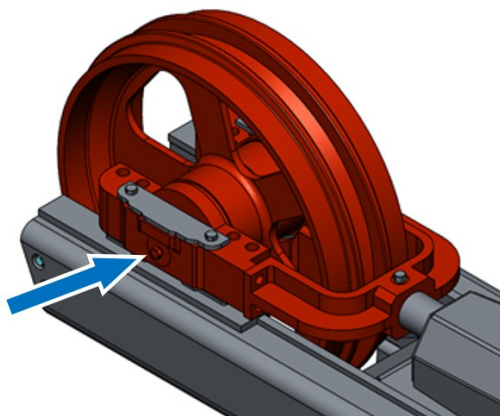

Рисунок 5.95. Внешний осмотр и процедура смазки натяжного колеса
- ▶ Проведите визуальный осмотр рис. 5.95.
Уровень масла проверять по вытеканию масла из каналов осей при вывернутых пробках, рис. 5.95.
- Выкрутить пробки на натяжном коле (на рис. 5.95 показано стрелкой);